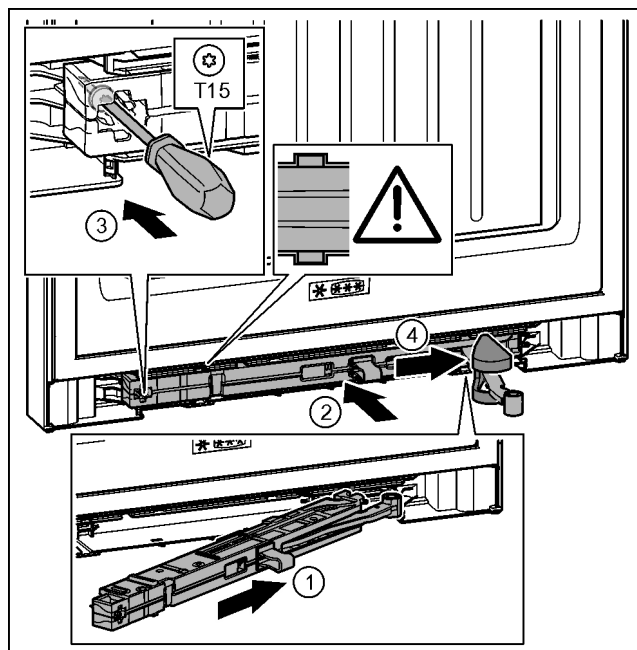

Fig. 39
- ▶ Schließdämpfereinheit auf der Lagerbockseite bis zum Anschlag schräg in die Aussparung einschieben. Fig. 39 (1)
- ▶ Schließdämpfereinheit vollständig in Aussparung schieben. Fig. 39 (2)
- ▶ Schraube mit einem Schraubendreher T15 festschrauben. Fig. 39 (3)
- ▶ Abdeckung über Gelenk schieben. Fig. 39 (4)